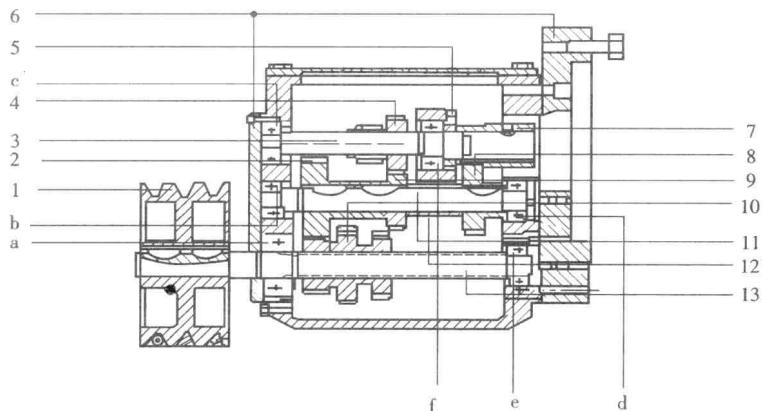

图 1.1 变速箱装配图
本任务是修理如图 1.1 所示的变速箱。
1. 变速箱的拆卸(见图 1.1)
①用内六角扳手,拧下变速机构四角的内六角螺钉;用两个螺丝刀在锥销旁边插入并轻轻
①将更换、清洗过的轴 11 配半圆键,半圆键配好后,按图纸分别将齿轮 2、9、8 及隔套 12 装上(对于有阻滞的齿轮,可采用透光法确定修理的部位,修整达到要求后再装配),装配时可用铜棒轻轻敲击齿轮至图示位置。达到要求后,将齿轮拆卸等待装配。
②将双联齿轮 4 装在花键轴 3 上,要求齿轮在轴上滑动自如,否则用透光法修整齿轮 4,直至达到要求。
③将三联齿轮 10 装在轴 13 上,要求齿轮在轴上滑动自如,否则用透光法修整齿轮 10,直至达到要求。按上述①配皮带轮半圆键至要求。
④分别将轴承 a、b 内孔涂油,并将轴承压入图示位置(装轴承 a 时,先把密封端盖装上后再装轴承)。
⑤将两端盖 6 及顶盖打青稞纸纸垫备用。
①按图 1.1 所示,将左右两端盖 6 及纸垫涂密封胶。取轴 11 组件涂油,压入半圆键(用肉眼看半圆键顶面应该平行轴线),从箱体孔插入,依次装上齿轮 2(凸出肩面背对皮带轮方向)、齿轮 9(凸出肩面对着皮带轮方向)、隔套 12、齿轮 8(凸出肩面背对皮带轮方向)、垫圈,用套管压入轴承 d。(装配中,轴会窜动,将铜棒的一端靠在轴端,另一端靠在固定物上,这样轴就不会窜动)
②将皮带轮轴 13 组件涂油,从皮带轮方向插入箱体,同时装上三联齿轮(小齿轮面向皮带轮方向),铜棒的一端靠在轴 13 端面,另一端靠在固定物上,用套管压入轴承 e。
③把电机接合轴上的两个轴承涂油后压入箱体,把定位圈压入箱体并用螺丝刀将其固定,取压板涂密封胶,将青稞纸粘上,装上定位、压板(皮带轮方向)。
④将花键轴 3 组件涂油,分别将轴承 c、f 及挡圈 5 压入箱体,挡圈 5 用锥端紧定螺钉固定。轴从电机孔中插入,同时装上轴用挡圈、双联齿轮(小齿轮面向皮带轮方向)。在压入轴的过程中,轴承 c 可能窜出箱体,此时可用冲子将轴承复位;将轴承 f 用套管顶在内圈上,另一端靠在固定物后面,继续压入,此时挡圈随着轴逐渐向前移动至槽中。将箱体端面(皮带轮方向)涂密封胶,装上端盖 6,并用螺钉固定后,用冲子分别敲击轴承 d、e,以确保轴承 a、b 完全靠在端盖 6 的端面上。将箱体端面(电机方向)涂密封胶,将轴承 d、e 调整端盖装入孔中。将端盖 6 用锥销定位,并用内六角螺钉固定在箱体上,用螺丝刀调整螺钉,使轴 11、13 活动自如且感觉没有间隙,否则用铜棒敲击轴的两端直至达到要求。装上平端紧定螺钉并拧紧。用手分别转动每根轴,应转动自如。
⑤装电机时,可将电机竖起,把变速箱扣在电机上,用螺丝刀扳动结合子,同时将变速箱摆正,在自重的作用下复位,用呆扳手拧紧螺钉。
⑥将皮带轮内孔涂油,将两个半圆键压入键槽。将皮带轮压入轴上,用轴用挡圈钳子装上挡圈。
⑦装上拨叉组件,并用呆扳手将拨叉防松螺母拧紧,再将导向轴防松螺母拧紧,装上顶盖,完成变速箱装配。
⑧将三角带套在电机上,两边均匀用力抬起变速箱向床身内送,对面可用撬杠撬起至其预定位置。用呆扳手将螺钉 15、16 拧紧。把双头螺柱 14 拧至床身联接件螺纹孔中,装三条三角带,调节双头螺柱 14 下面的两个螺母至要求。(可用撬杠撬起变速箱调整三角带)拧紧双头螺柱 14 上面锁紧螺母,把变速箱固定在床身上。